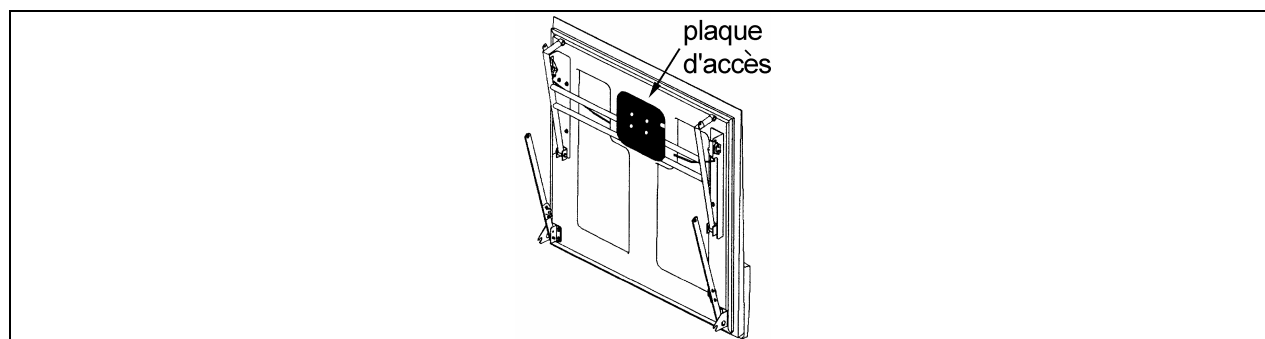

FIGURE 17
1. Déboulonner puis retirer la plaque d'accès au mécanisme de la poignée (figure 17).